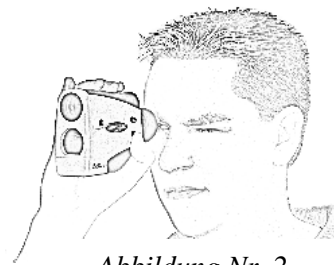

Abbildung Nr. 2
2. Drücken Sie die Taste , um das TruPulse-Instrument einzuschalten (ON).
4. Schauen Sie durch das Okular (siehe Abbildung Nr. 2) und verwenden Sie das Fadenkreuz zum Anvisieren des Ziels. Die LCD-Anzeige im Sucher sollte ähnlich wie in Abbildung Nr. 3A aussehen.